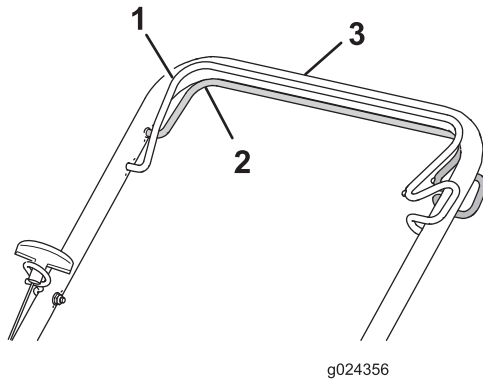

Figura 17
- **Para activar la autopropulsión:** Apriete la barra de autopropulsión contra el manillar y manténgala allí (Figura 17).